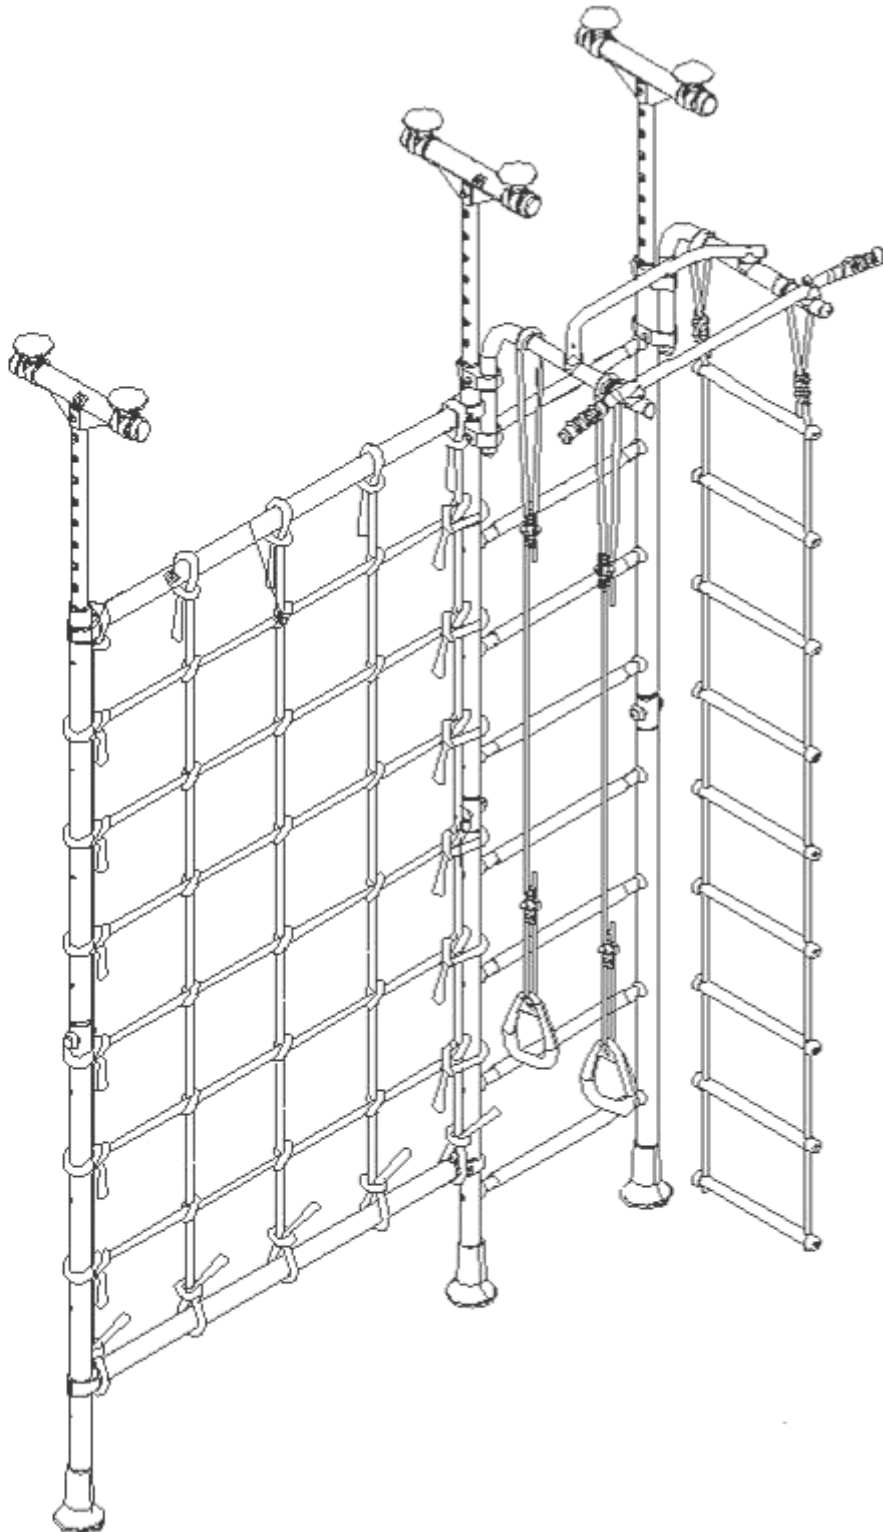

рис.1
9.3 Общий вид КОМПЛЕКСА с рекомендуемым расположением навесного оборудования показан на рис.1.